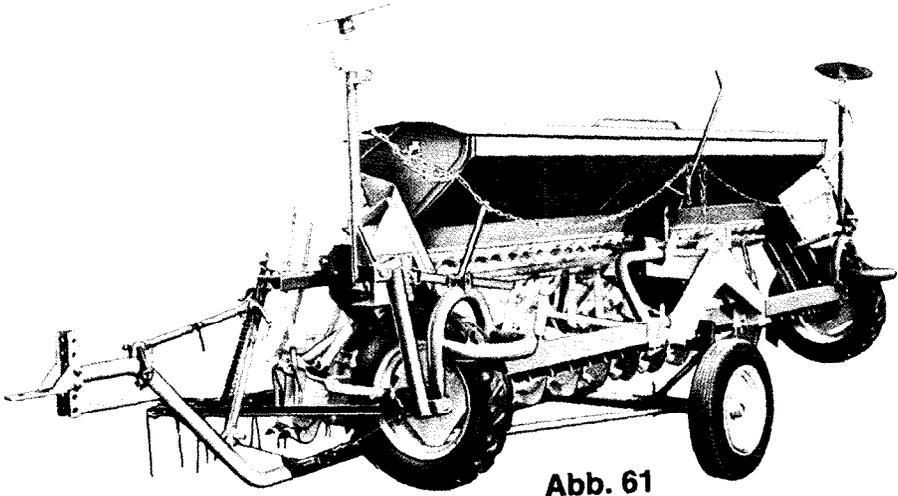

Abb. 61
w) Langfahrvorrichtung (nur für D 4-40) siehe Abb. 61: